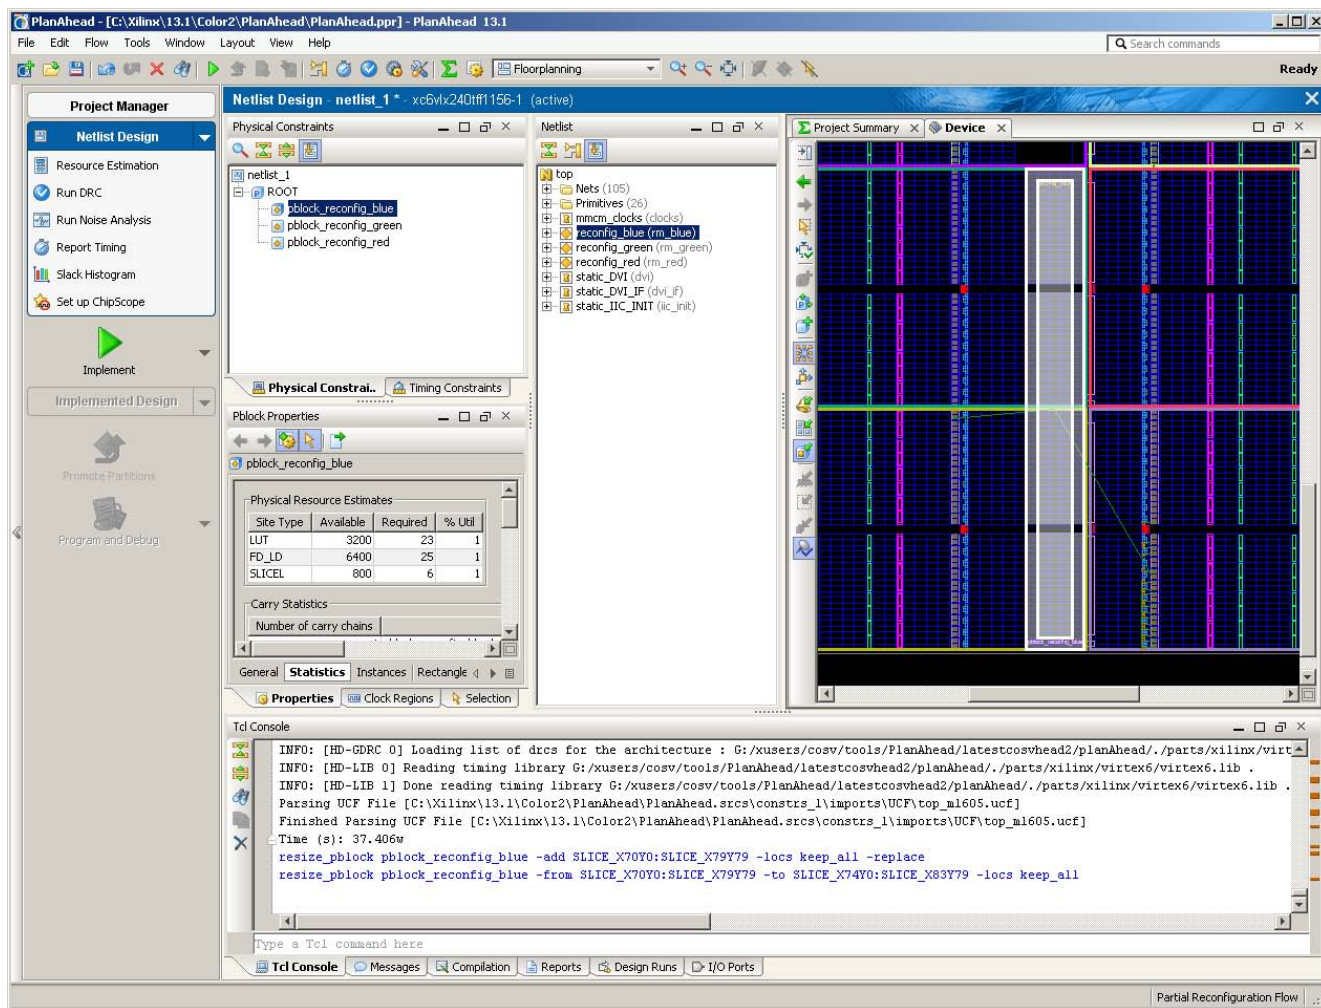

図 4-15: リコンフィギュラブル パーティションの Pblock の描画
1. 65 ページの図 4-15 に示すように、[Physical Constraints] ビューで定義する Pblock を選択して、このコマンドを実行できるようにします。